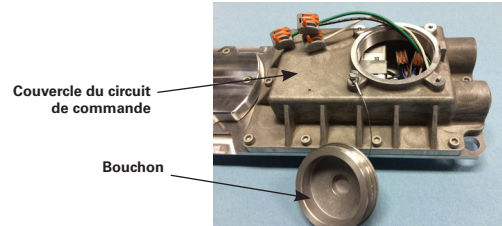

Figure 8
- Dévisser le bouchon de câbles fileté (voir la figure 8), et le laisser pendre par son cordon. Tous les composants dans le luminaire sont précâblés; ainsi, il ne reste qu'à relier la puissance d'entrée aux bornes ou fils conducteurs du luminaire selon les schémas de câblage (voir les figures 10 et 11), à l'aide de méthodes conformes aux codes applicables. Raccorder d'abord le conducteur de mise à la terre (vert) de l'équipement, puis le courant (blanc) et la tension composée (noir). Pour les applications en tension continue, raccorder le fil positif (+) au fil blanc et le fil négatif (-) au fil noir. Serrer tous les raccords électriques. Remarque - Les ouvertures standards NPT sont de 1,9 cm (3/4 po).
- Dévisser le bouchon de câbles fileté (voir la figure 8), et le laisser pendre par son cordon.
- Dévisser les dix (10) vis d'assemblage à six pans creux et rondelles de blocage du couvercle de circuit de commande à l'aide d'une clé hexagonale ou d'une mèche de 5 mm.
4. Dévisser le bouchon de câbles fileté (voir la figure 8), et le laisser pendre par son cordon.
7. Dévisser les dix (10) vis d'assemblage à six pans creux et rondelles de blocage du couvercle de circuit de commande à l'aide d'une clé hexagonale ou d'une mèche de 5 mm.